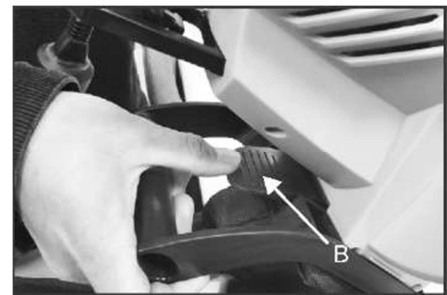

Fig. 3B
1. Appuyer sur le levier ressort (B) afin de libérer le sac. (Fig. 3B)